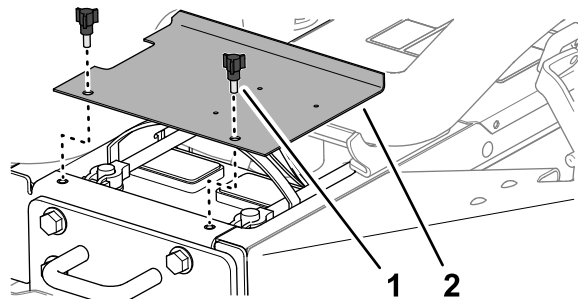

Bild 54
1. Lösen Sie die Verriegelungen an der linken und rechten Seite der Motorhaube (Bild 54).